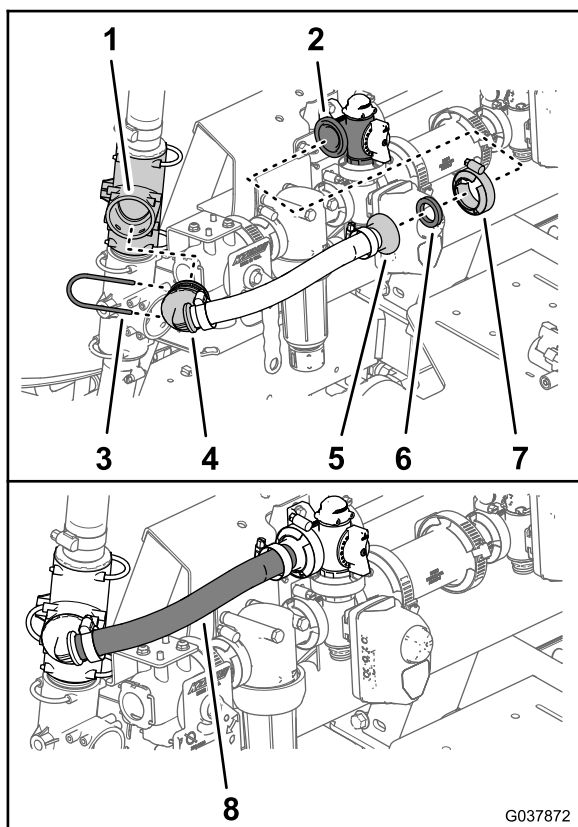

图69
- 使用在 拆下搅拌旁通和打药车供水软管 \(页码 14\) 的步骤 2 中卸下的卡环将搅拌旁通软管的 90° 宝塔接头安装到上 T 形接头上 图69。
3. 用法兰夹具4064mm将搅拌旁通软管的宝塔凸缘接头和垫片25 x 35mm固定到搅拌旁通阀的法兰上图69。